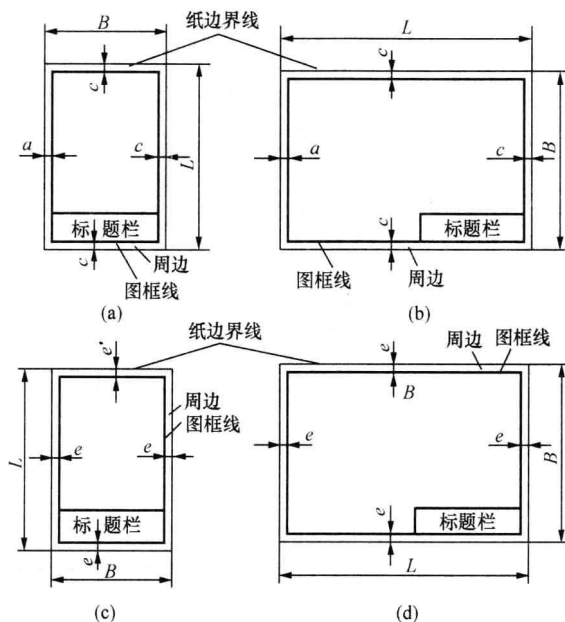

图 1-2 图框格式
(1) 图样幅面、格式及比例。图样幅面应优先采用表 1-2 及图 1-2 规定的图样幅面尺寸,必要时可沿长边加长。对于 A0、A2、A4 幅面的加长量应按 A0 幅面长边的 $1/8$ 的倍数增加;对于 A1、A3 幅面的加长量应按 A0 幅面短边的 $1/4$ 的倍数增加。A0 及 A1 幅面也允许同时加长两边。
需装订的图样，其图框格式如图 1-2（a）、（b）所示；不需装订的图样，其图框格式如图 1-2（c）、（d）所示。图框线用粗实线绘制。